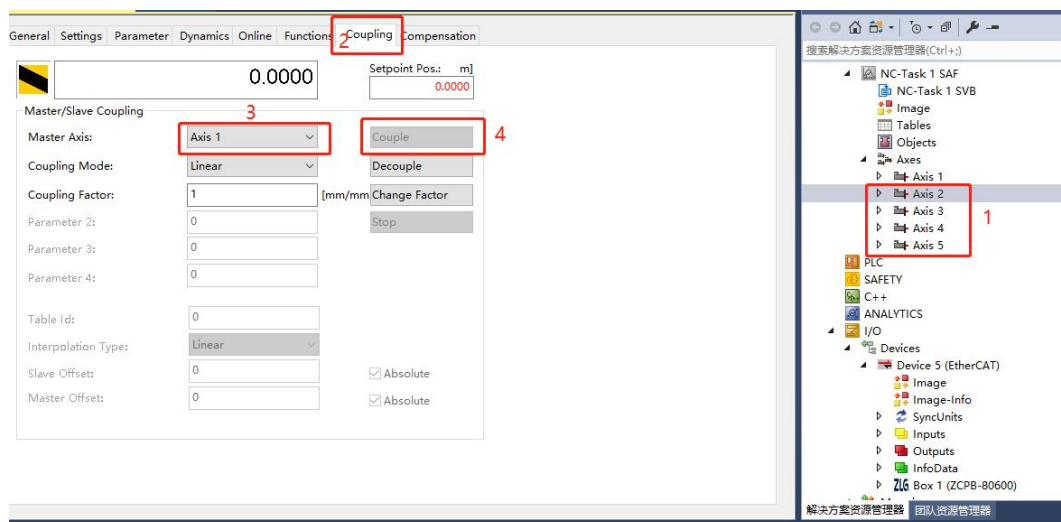

图 4.6 电机跟随设置
(7) 测试电机模组。在左上角 TwinCAT 选项栏下点击选择 Activate Configuration, 随后按照步骤 1-4, 将 Axis2-Axis5 设置为跟随 Axis1 并点击 Couplp。注意: Axis2-Axis5 都需要操作。Axis1 不需要。如下图 4.6 所示。